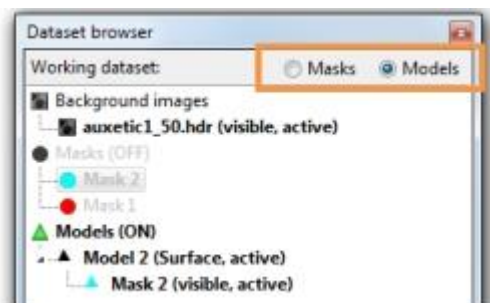

图 1-12 从 Masks 开关变为 Models 模式
3. 新模型会在 Working dataset 中改变。检查 working dataset 是否转变为 Models 模式, 如图 1-12 所示